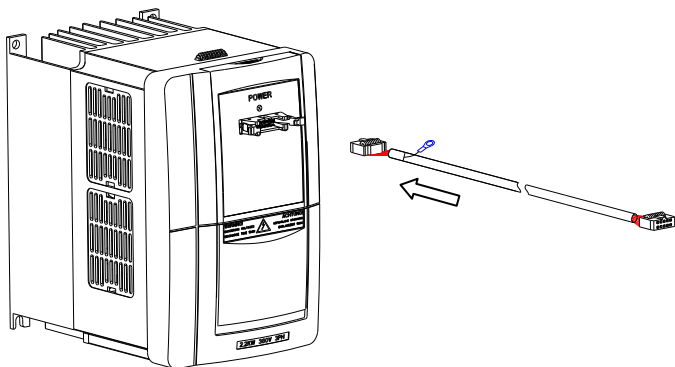

图 3-10 机形 A 操作面板及连接线安装图
**步骤 3**、将选配件中提供的连接线带接地的一头插入接口板的插槽中。（如图 3-10 所示）。